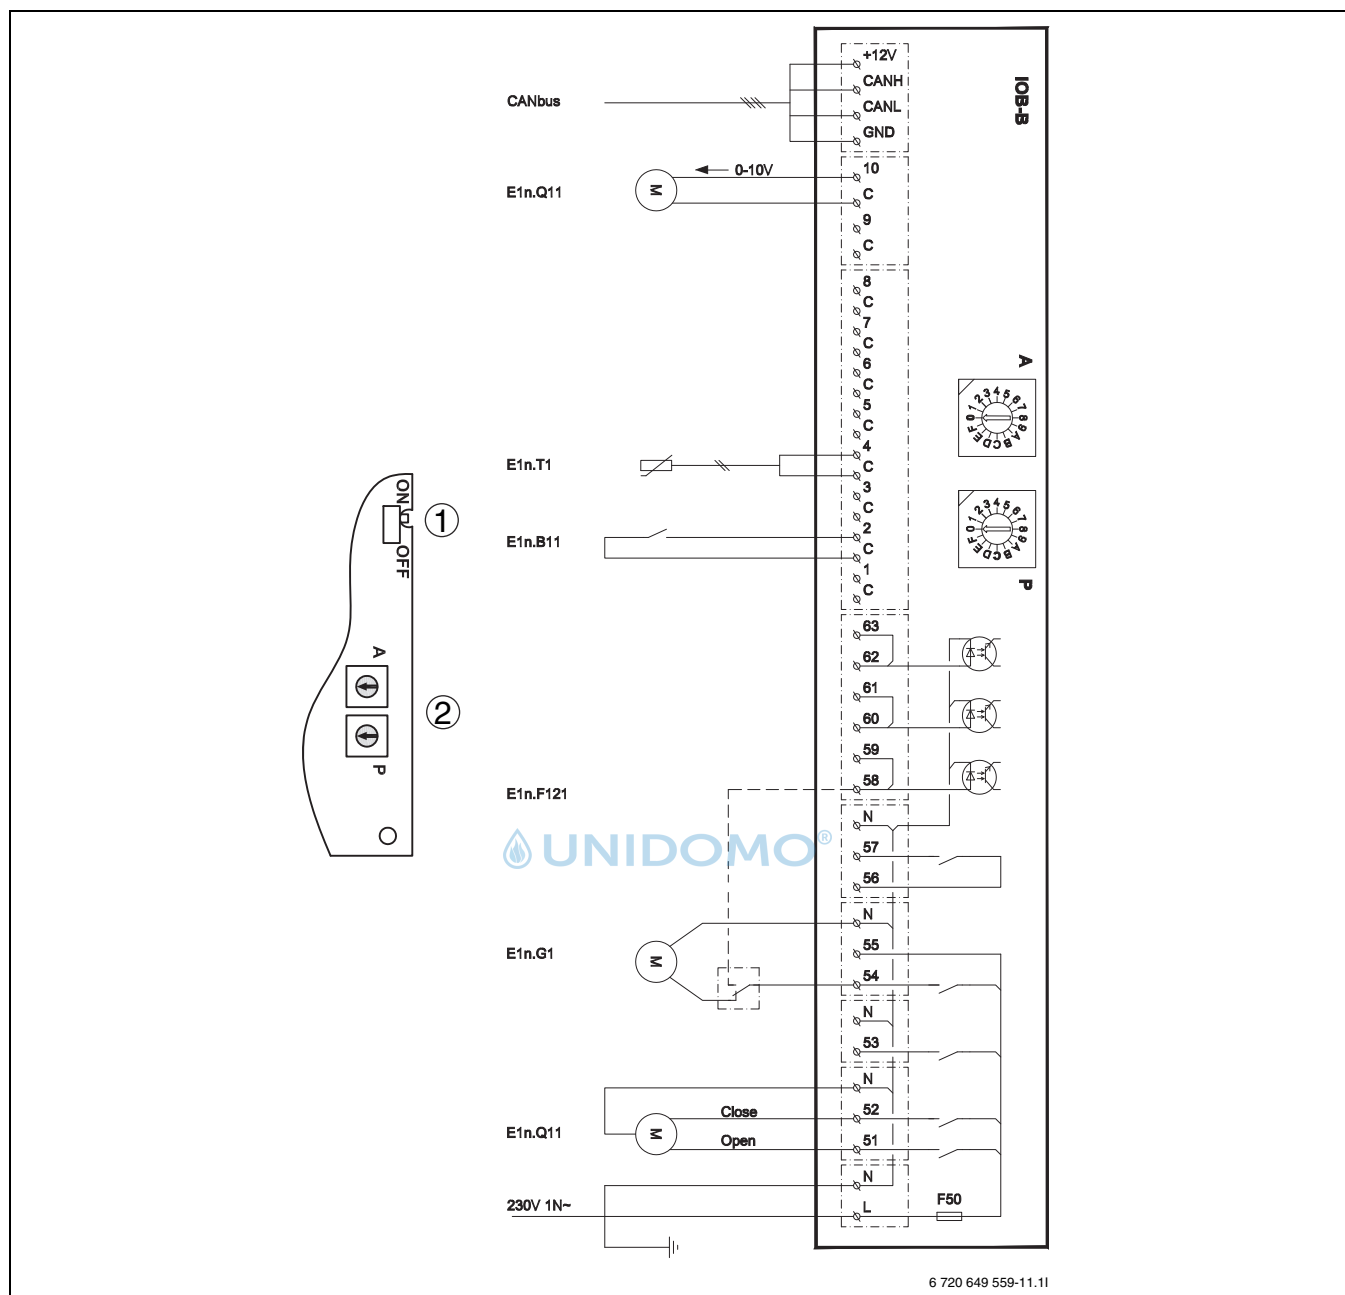

Bild 11 Schaltplan Kreis 3-4
- Nach der Montage an der Wand die Stromanschlüsse herstellen (→ Schaltplan Bild 11- 13).